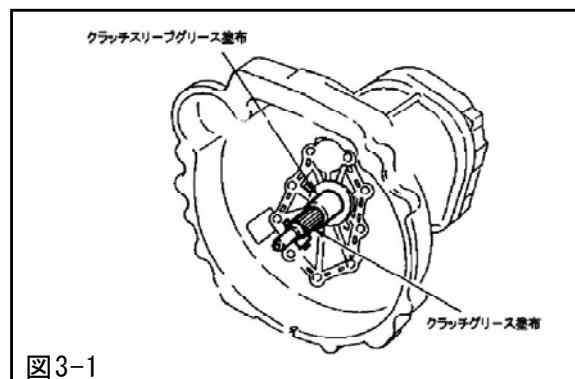

図3-1
- (2) トランスミッションのメインドライブシャフトのスライン部にクラッチグリース（ニッサン純正品番 KRI06-00010 又は相当品）を適量塗布した後、キット内のディスクAssyをスライン部分にはめ込んで前後にスライドさせ、均等に伸ばしてください。（図3-1）